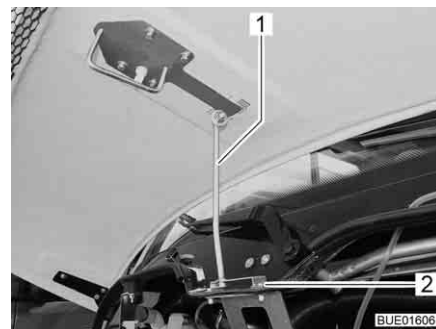

Fig. 43 Apoyo del capó del motor
- Desplegar el apoyo (Fig. 43,1) y enganchar el mismo en el alojamiento (Fig. 43,2).